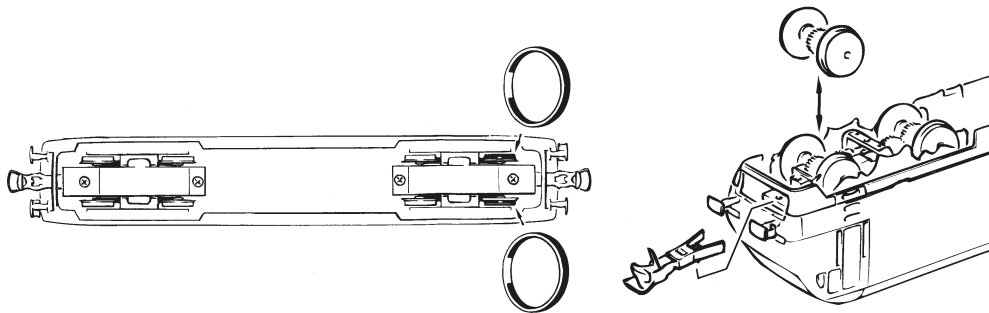

Fig. 11
Ausführung für Wechselstrom: siehe Fig. 11
A.C. operation: see fig. 11
voir fig. 11